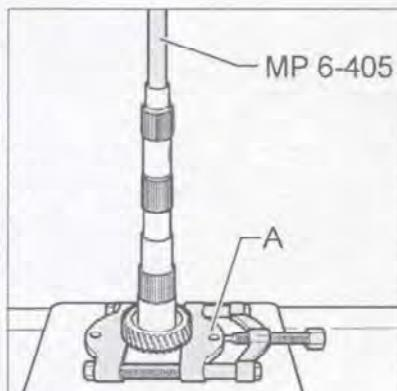

Рис. 7.270. Спрессуйте шестернию 3-й передачи вместе с внутренней обоймой игольчатого подшипника шестерни 2-й передачи с помощью съемника Kukko 17/2 (A).
6. Спрессуйте шестернию 3-й передачи вместе с внутренней обоймой игольчатого подшипника шестерни 2-й передачи с помощью съемника Kukko 17/2 (A) (рис. 7.270).